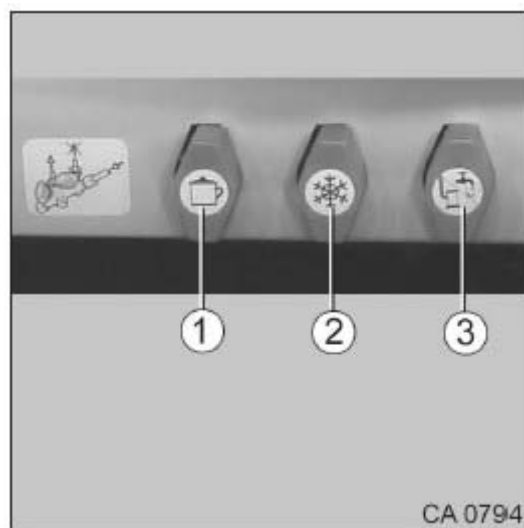

Fig. 108 Bouteilles à gaz
2. Fermer la vanne de sectionnement principale (Fig. 108/1) sur la bouteille à gaz (respecter le sens des flèches).
3. Desserrer l'écrou moleté (Fig. 108/2) (filet à gauche).
7. Placer le flexible à gaz sur la bouteille de gaz et serrer à fond l'écrou moleté (Fig. 108/2) à la main (filet à gauche).